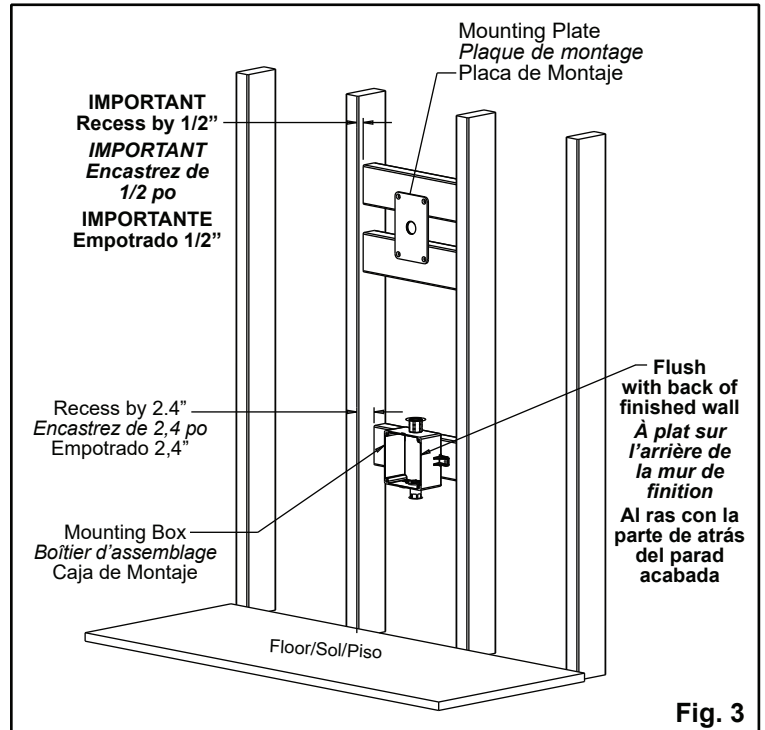
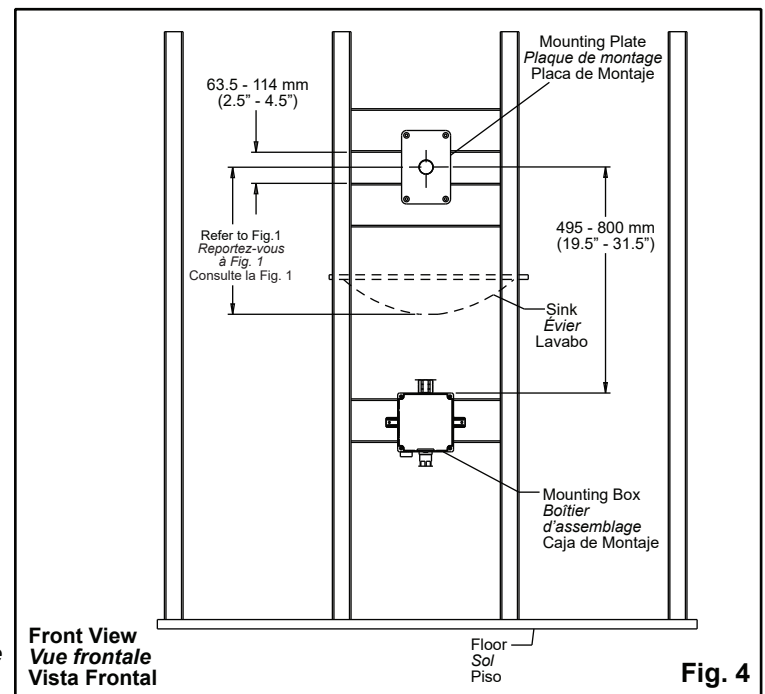
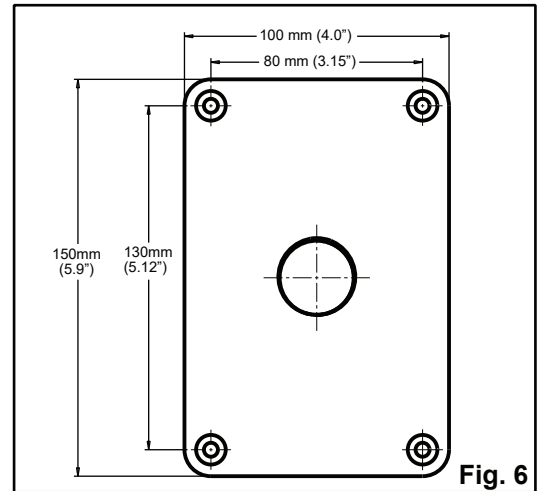

Fig. 3
Fig. 4
Fig. 6
2. Build bracing for mounting box with wall studs (supplied by others) so it is flush with **back side** of finished wall once installed. See Figure 3.
2. Fabriquez une barre de renforcement pour le boîtier d'assemblage à l'aide des montants muraux (fournis par d'autres fabricants), de sorte qu'il soit à plat sur l'arrière de la mur de finition sèche après l'installation. Voir la figure 3.
5. Build bracing for mounting plate with wall studs (supplied by others). Mounting plate (Figure 6) to be secured to the bracing using wood screws (supplied by others). See Figure 4 for vertical position. See Figure 3 for stud positioning.
Important: Recess the mounting plate studs by 1/2" (12.7 mm) in order to leave room for the wire connections. See Figures 3 and 8.
5. Fabriquez une barre de renforcement pour la plaque de montage à l'aide des montants muraux (fournis par d'autres fabricants). La plaque de montage (figure 6) doit être fixé à la barre de renforcement à l'aide des vis à bois (fournies par d'autres fabricants). Voir la figure 4 pour le positionnement vertical. Voir la figure 3 pour le positionnement du montant.
Important : Encastrez les montants de la plaque de montage de 1/2 po (12,7 mm) pour laisser la place aux raccordements électriques. Voir les figures 3 et 8.